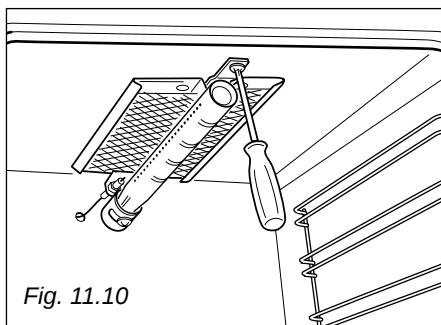

Fig. 11.10
- Enlever le brûleur du grilloir en dévissant la vis antérieure (fig. 11.10). Laisser délicatement le brûleur suspendu comme représenté dans la figure 11.11. Faire très attention à ne pas endommager le bulbe de la vanne de sécurité.